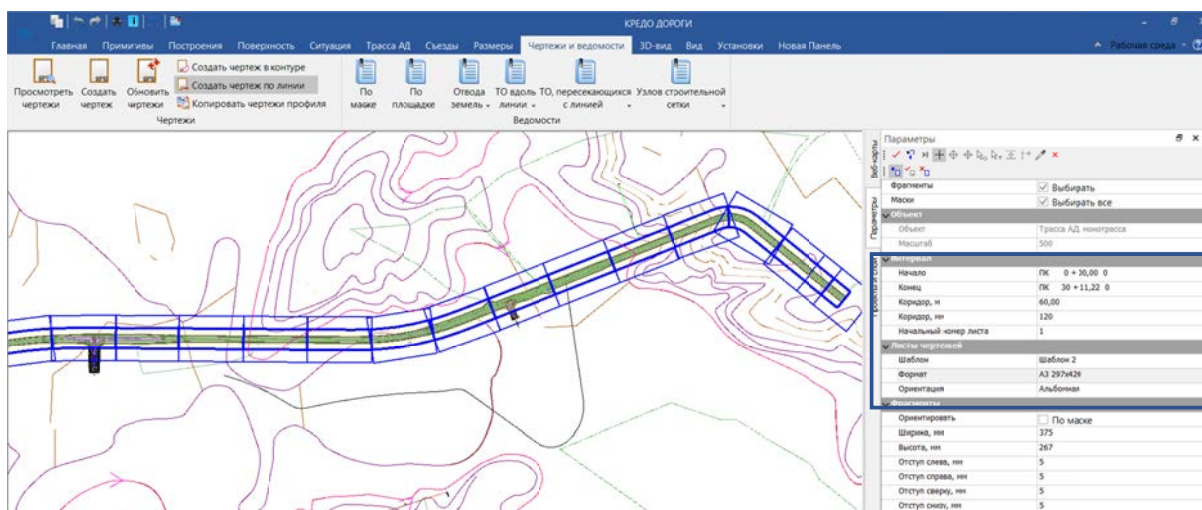

Рис. 6.18. Параметры создания чертежей по выбранной линии
– На локальной панели **Параметры** задать настройки создания (рис. 6.18): ширина коридора создания в метрах, шаблон листов, формат и ориентацию.